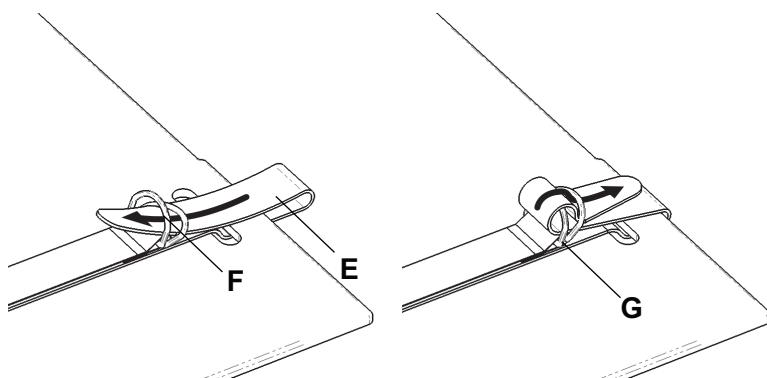
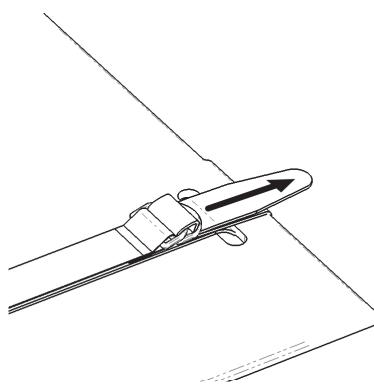

Figura 2 – correa de fijación
Figura 3 – Tire de la correa de fijación
- Pase la correa de fijación (E) a través de los anillos en «D» (F), (Figura 2).
- Haga cruzar la correa de fijación entre los anillos en «D» (G) (Figura 2). Tire de la correa de fijación hasta que quede segura (Figura 3).